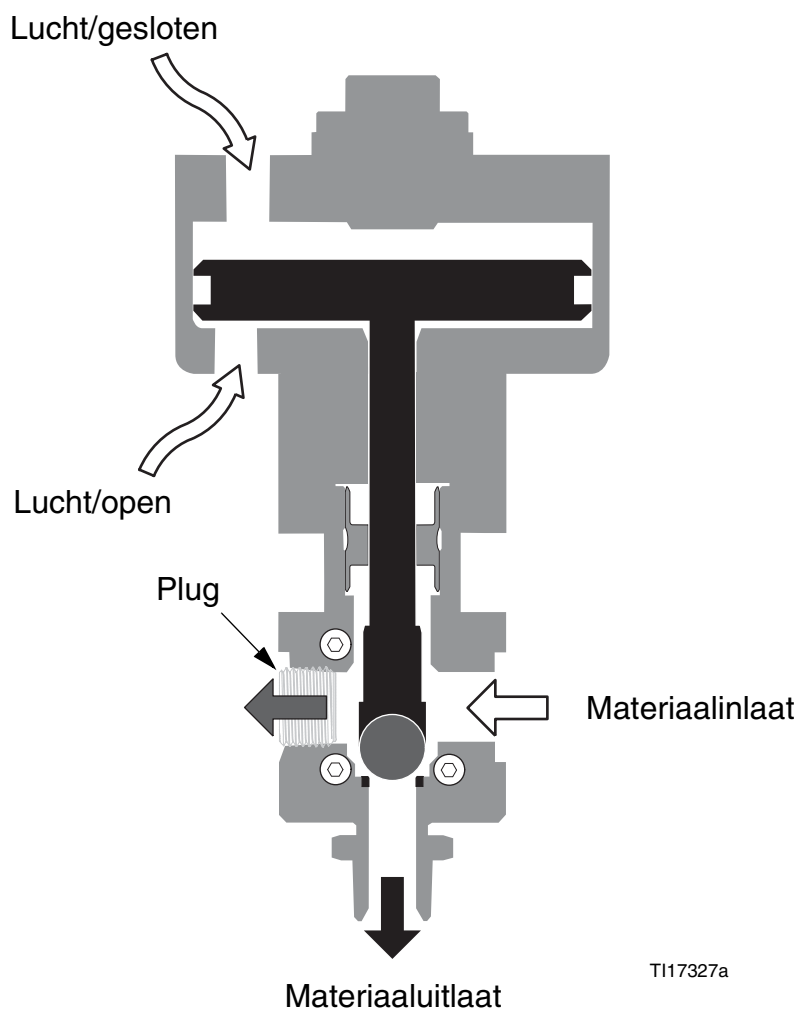

FIG. 2: werkingsprincipe DV-reeks
- b. Koppel de luchtleiding aan de luchtinlaat ingesteld op lucht open in het lichtgedeelte (B). Zie FIG. 2 op pagina 7.
- c. Koppel de luchtleiding aan de luchtinlaat ingesteld op lucht gesloten in het lichtgedeelte (B). Zie FIG. 2 op pagina 7.
5. Koppel de vloeistofleiding aan de npt vloeistofinlaat (F) in het ventiellichaam. Verwijder indien gewenst de plug uit de andere inlaat (G) en sluit de vloeistofterugstroomleiding voor circulatiesystemen aan. Zie **Technische gegevens** op pagina 23 voor de maximale vloeistofwerkdruk.